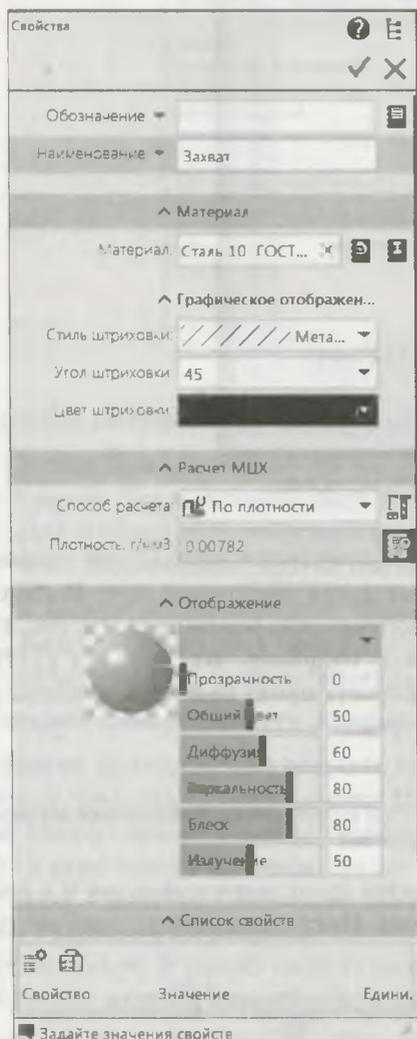

Рис. 23.10. Панель **Параметры: Свойства**
- ♦ в *Дереве модели* щелкните дважды ЛК по корневому элементу, который по умолчанию системой обозначается **Деталь (Тел-1)**. Раскроется панель **Параметры: Свойства** (рис. 23.10) со **Списком свойств** текущего документа. В список входят как системные, так и дополнительные свойства, которые задаются пользователем, остальные задаются автоматически. Для задания свойств: